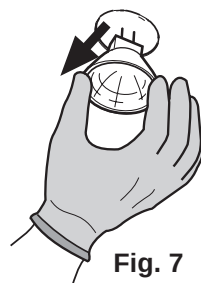

Fig. 7
- Débloquez l'ampoule. **Fig. 7.**